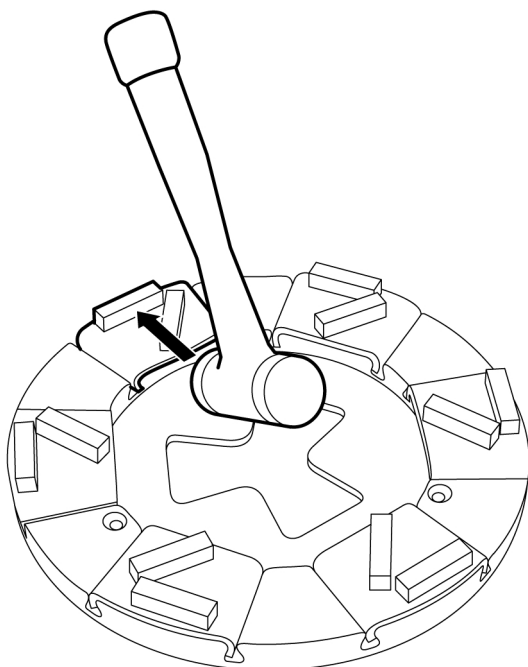

Figura 4-10. Bloccaggio dell'utensile di levigatura
2. Bloccare l'utensile di levigatura nel portautensile battendo qualche colpo con un mazzuolo in gomma, vedere Figura 4-10, pagina 18.
3. Bloccare l'utensile di levigatura nel portautensile battendo qualche colpo con un mazzuolo in gomma, vedere Figura 4-10, pagina 18.